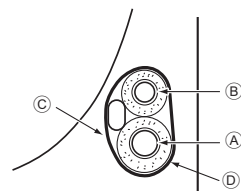

Fig. 4-5
4.5.1. Збереження в ділянці трубопроводу блока (Fig. 4-5)
- D Повстяна стрічка ③